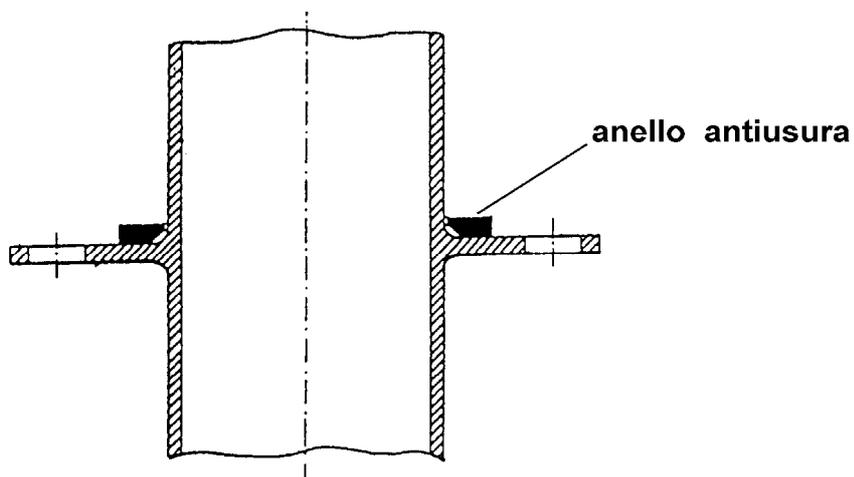

Fig. 3
- Nel caso di installazione con **SIGURPAL PF02** inserire nella parte superiore di tale dispositivo di ancoraggio l'anello antiusura con la svasatura rivolta verso il basso (Fig. 3).